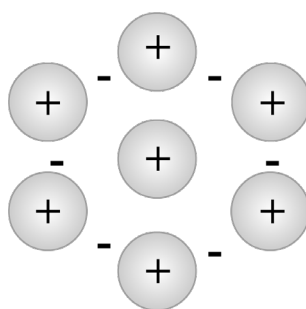

Figura 6.1.- Enlace metálico
- los electrones de valencia pueden moverse libremente (deslocalizados) (Figura 6.1).